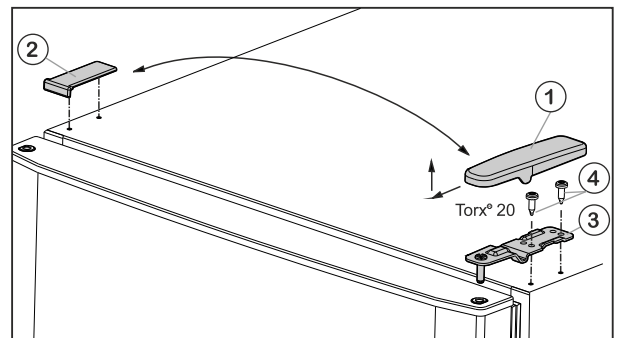
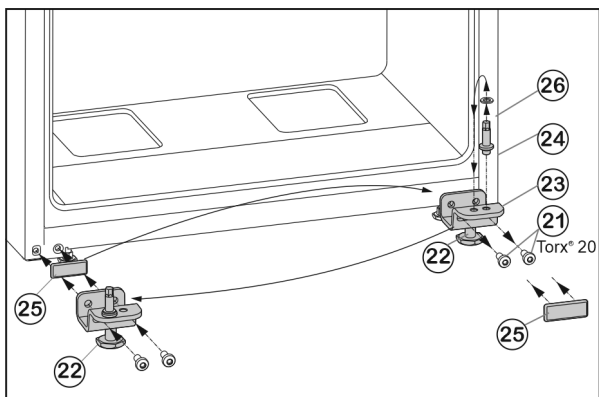

Fig. 5
Fig. 7
- ▶ Tõmmake kate Fig. 5 (1) suunaga ette- ja ülespoole maha.
- ▶ Tõstke kate Fig. 5 (2) pealt ära.
- ▶ Kruvige ülemine laagritugi Fig. 5 (3) küljest ära (2 tk Torx® 20) Fig. 5 (4) ja tõmmake ülespoole maha.
- ▶ Keerake kinnituskruvid Fig. 7 (21) välja.
- ▶ Võtke alumine laagripukk Fig. 7 (23) tervikuna koos laagripoldi Fig. 7 (24), seibi Fig. 7 (26) ja seadejalaga Fig. 7 (22) maha.
- ▶ Keerake laagripolt Fig. 7 (24) tervikuna koos seibiga Fig. 7 (26) välja, paigutage vastasküljel laagripuki kinnitussavasse ümber ning kruvige taas kinni.
- ▶ Võtke katteplaat Fig. 7 (25) ettevaatlikult maha ja paigutage vastasküljele ümber.
- ▶ Kruvige alumine laagripukk Fig. 7 (23) tervikuna koos laagripoldi Fig. 7 (24), seibi Fig. 7 (26) ja seadejalaga Fig. 7 (22) akutrelli kasutades uuel šarniiriküljel taas tugevasti (4 Nm) külge.
- ▶ Asetage alumine uks ülaltpoolt laagripoldile Fig. 7 (24).
- ▶ Pange keskmine laagritugi (13) 180° võrra pööratult alumise ukse sisse ja keerake kinnituskruvidega (11) (2 tk Torx® 20) uuel šarniiriküljel tugevasti (4 Nm) külge.
- ▶ Pange plastmass-seib (10) peale tagasi.
- ▶ Asetage ülemine uks keskmisele laagritoele (13).
- ▶ Pange ülemine laagritugi Fig. 5 (3) uuel šarniiriküljel ukse sisse.
- ▶ Kruvige ülemine laagripukk tugevasti (4 Nm) külge (2 korda Torx® 20) Fig. 5 (4). Kasutage vajaduse korral akutrelli.
- ▶ Pange kate Fig. 5 (1) vastasküljel väljastpoolt peale ja fikseerige.
- ▶ Pange kate Fig. 5 (2) vastasküljel ülaltpoolt peale ja fikseerige.
- ▶ Keerake seadejalga Fig. 7 (22) alumisest laagritoest Fig. 7 (23) välja, kuni ta toetub vastu pörandat.